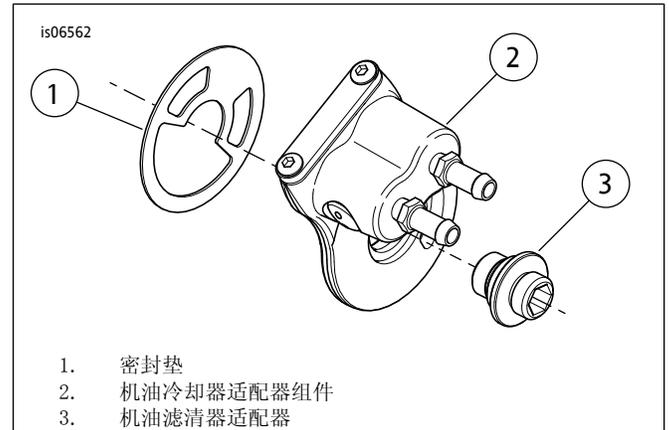

图2。安装机油冷却器适配器组件
4. 参见图2。安装密封垫(1)、机油冷却器适配器(2)和机油滤清器适配器(3)。确保机油冷却器适配器在安装面上的位置正确并且安装接头的六角一侧朝外。将安装适配器拧紧至24.4-29.8 N·m(18-22 ft-lbs)。